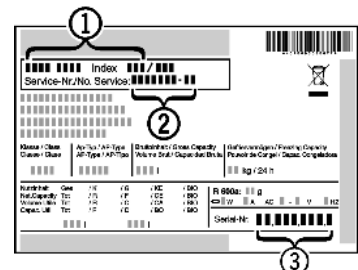

Fig. 21
- ▶ Назва пристрою Fig. 21 (1), сервісний номер Fig. 21 (2) та серійний номер Fig. 21 (3) вказані на табличці типів. Табличка типів знаходиться всередині пристрою, зліва.
- ▶ Повідомте сервісну службу про характер неполадки, назву пристрою Fig. 21 (1), сервісний номер Fig. 21 (2) та серійний номер Fig. 21 (3).